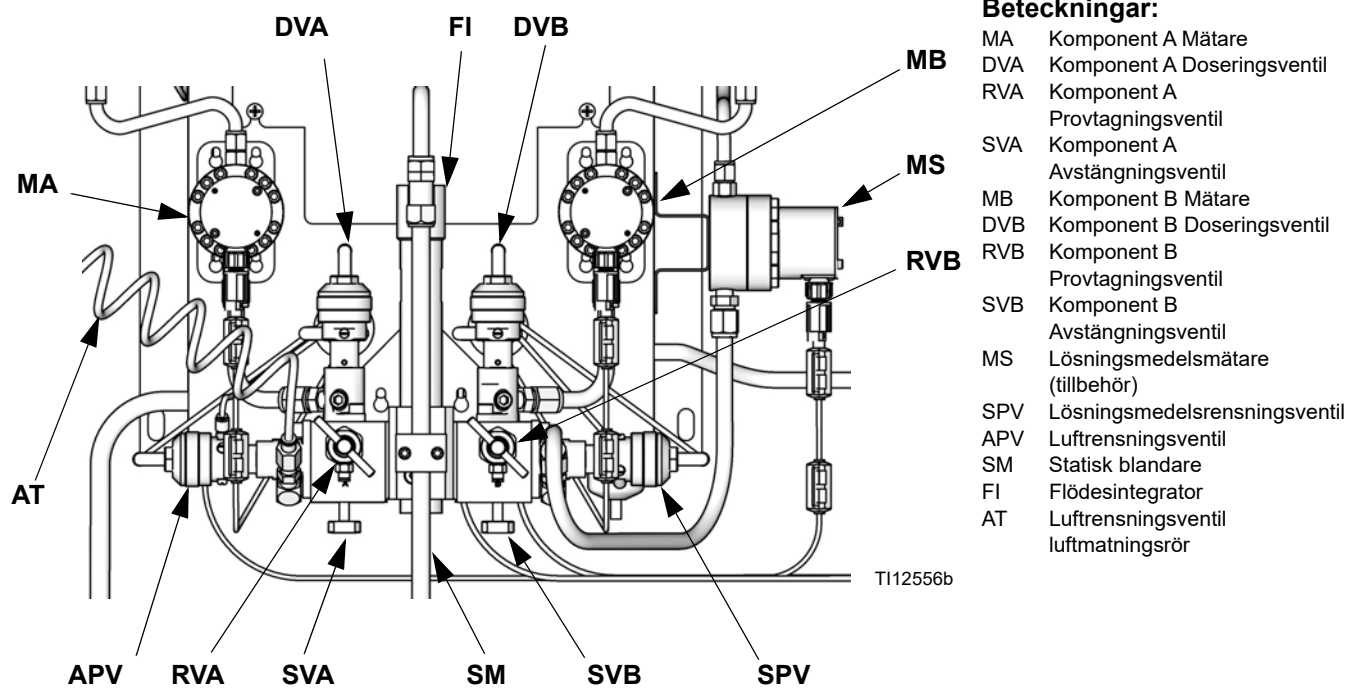

FIG. 4. Vägmonterad färgstation
4. Stäng av vätsketillförseln till rensningsventil för lösningsmedel (SPV) och lufttillförseln till luftrensningsventil (APV), FIG. 4.
2. Stäng sida A avstängningsventil (SVA), FIG. 4.
8. Öppna sida A avstängningsventil (SVA), FIG. 4.